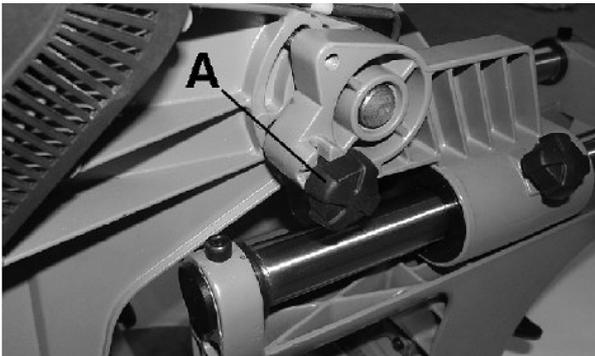

Abb. 5: Sägekopfarretierung
Schritt 3: Ziehen Sie an der linken Seite den Sicherungsknopf zur Sägekopfarretierung ca. 1 cm heraus (Abb. 5), drehen ihn um 90°, so dass der Sicherungsstift eine senkrechte Position einnimmt.